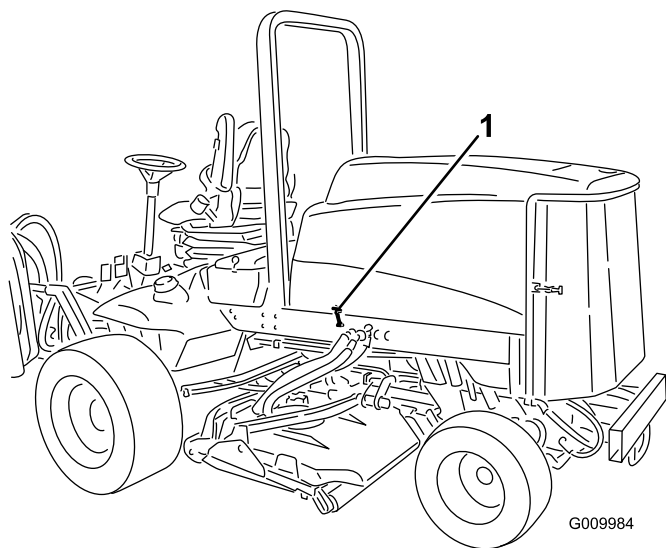

Figura 20
1. Solte os trincos do capot (Figura 20) e levante o capot.